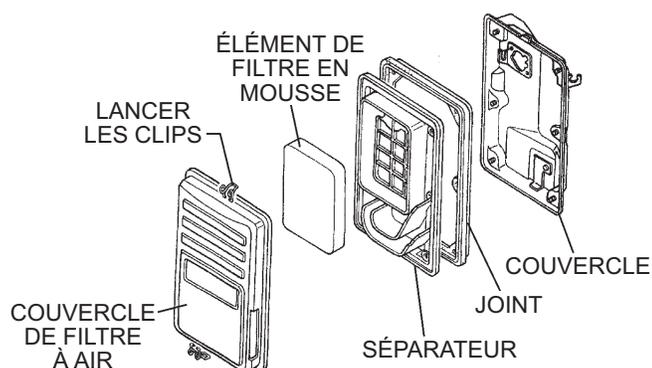

Figure 23. Filtre à air cyclonique
1. Retirer le couvercle du filtre à air et l'élément filtrant en mousse comme cela est illustré à la Figure 23.